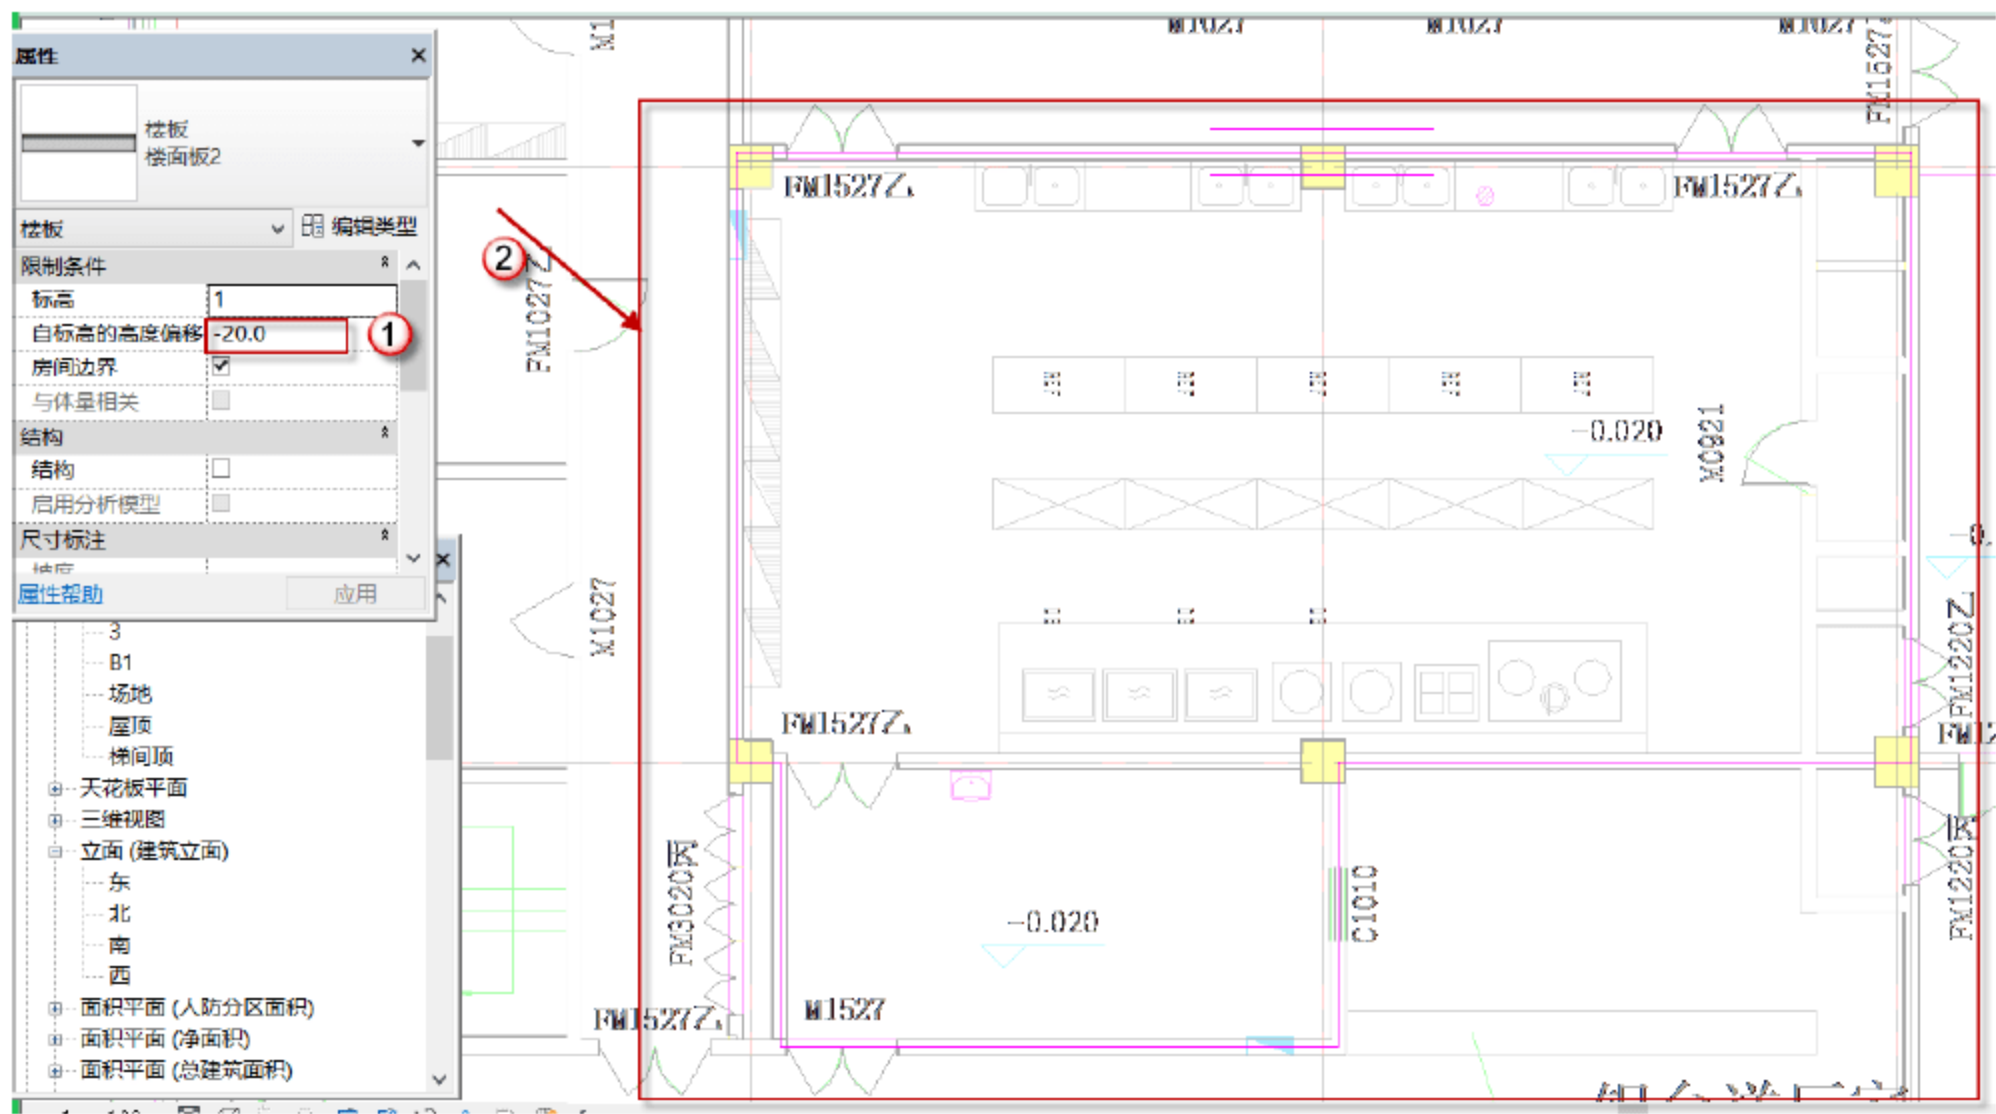

图 10.2.90 标高偏移为“-20”的“楼面板 2”的部分绘制线路
(4) 绘制剩下的标高为“-20”的“楼面板 1”。选择“建筑”→“楼板”→“建筑楼板”→“楼面板 2”命令，标高为“1”层，将标高改为“-20”，选用“直线”工具绘制，绘制路径如图 10.2.90 所示，绘制完成后，单击模式选项面板下的√按钮，完成楼面板 1 的部分绘制，这样就完成了一层楼面板的绘制。